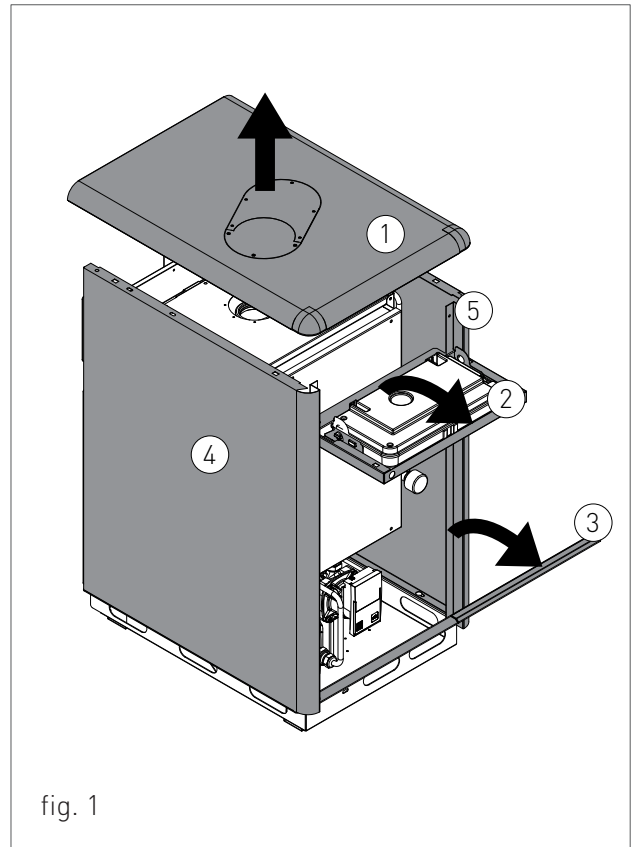

fig. 1
- > estrarre il coperchio '1' (fig. 1) esercitando forza verso l'alto;
- > afferrare il pannello '2' (fig.1) dalla parte superiore e ruotarlo verso il basso. Per estrarre completamente il pannello disimpegnare prima il pannello comandi, della scheda elettronica, dalle staffe di supporto. Poi rimuovere le viti di fissaggio situate internamente nella parte bassa del pannello.
- > afferrare il pannello '3' (fig.1) dalla parte superiore e ruotarlo verso il basso. Per estrarre il pannello rimuovere le viti di fissaggio situate internamente nella parte bassa del pannello.
- > estrarre i pannelli '4' e '5' (fig.1), rimuovendo prima le viti di fissaggio situate nella parte posteriore e inferiore.
- › Seguire la procedura descritta al capitolo 'ACCESSO ALLA CALDAIA' e ruotare il pannello '2' (fig.1);
- > collegare un tubo flessibile al rubinetto di scarico dell'impianto 'RS' (fig. 1) e collocare l'altra estremità del tubo flessibile ad un adeguato scarico;